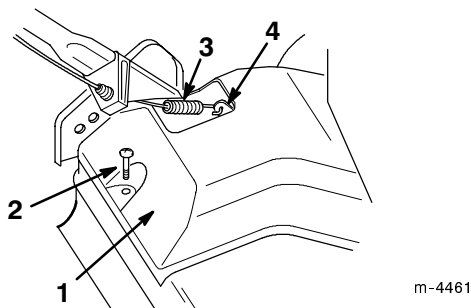

Figure 16
1. Retirer la vis du carter de courroie (Fig. 16).
2. Décrocher du support de traction le ressort du câble (Fig. 16).